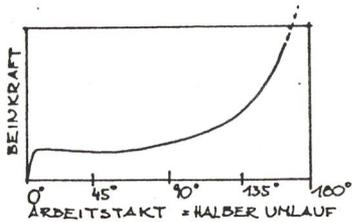

BILD 1
(6) Wenn der Fuß sich einer geraden Bahn entlang bewegt, entsteht die Tretkraft des Beines aus der Überlagerung der Muskelkraft mit ihrem Übertragungsmechanismus, der Beingeometrie. Sie steigt bei immer weiter gestrecktem Bein steil an und wird viel größer als die reine Muskelkraft, der Kniehebeleffekt! (Bild 1)
(7) Der normale Tretkurbelantrieb wandelt die Pedalkraft in ein Moment an der Tretlagerwelle um, das wiederum durch Drehen eines Kettenblattes am Kettenstrang zieht, usw. Dieses Moment kommt allerdings nur in dem engen Bereich, in dem die Kurbel rechtwinklig zur Tretkraft steht, zum Tragen: Tretmoment = Tretkraft x Pedallänge. Überall sonst, wo die Tretkraft nicht nur tangential auf die Kurbel ein-